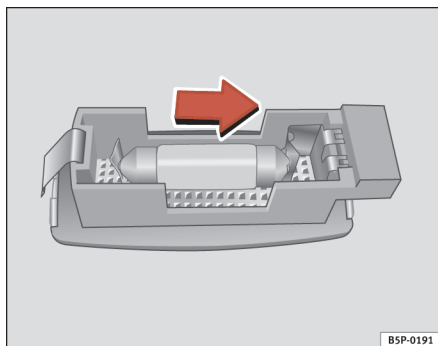

Fig. 203 Afmontering af lampe i solskærm
- Vip forsigtigt lampens glas af ved fordybningen med en skrue-trækker som vist på billedet ⇒ fig. 203.
- Tag pæren ud i pilens retning ⇒ fig. 203. ■